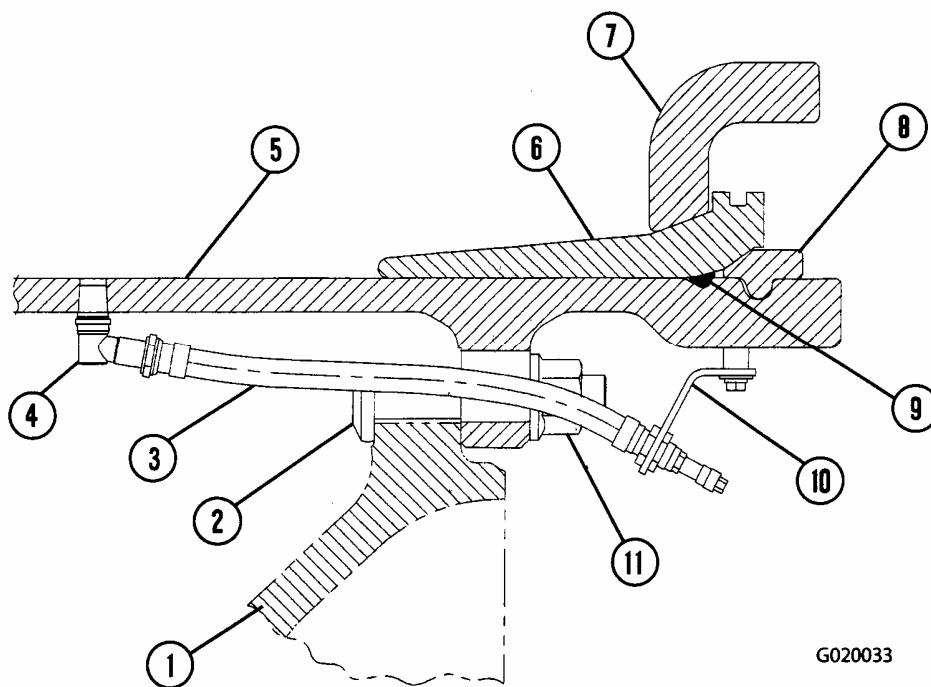

FIGURA 2-3. CONJUNTO DE CUBO Y LLANTA DE LA RUEDA DELANTERA
6. Tome el conjunto de neumático y llanta con el manipulador de neumáticos. Retire las tuercas (11, Figura 2-3) que aseguran el conjunto de la rueda.
1. Tome el conjunto de neumático y llanta con el manipulador de neumáticos y alinee la manguera de inflado y el cubo de la rueda (1, Figura 2-3). Posicione la llanta sobre los pasadores del cubo de la rueda.